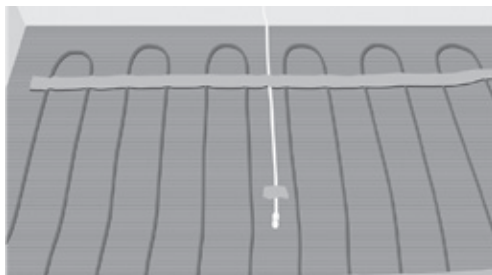

Fig. 9. Plasser rørledningen/sensoren mellom to kabler
- Plasser og fest ledningsrøret, eventuelt gulvsensoren hvis det ikke er montert noe ledningsrør. Forsegl enden av ledningsrøret. Sørg for å plassere røret/sensoren mellom to varmekabler (fig. 9).